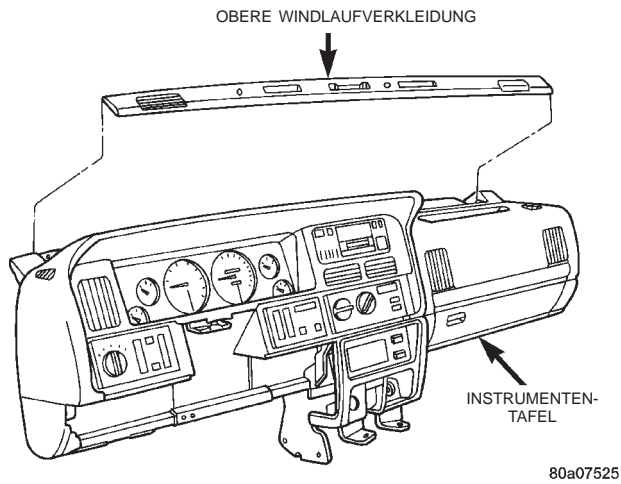

Abb. 17 Obere Windlaufverkleidung aus- und einbauen
(1) Batterie-Minuskabel abklemmen und elektrisch isolieren.
(2) Mit einem Hartkunststoffstab oder einem ähnlichen geeigneten Werkzeug mit breiter, flacher Klinge die obere Windlaufverkleidung vorsichtig von der oberen Abdeckung der Instrumententafel abhebeln (Abb. 17).
(3) Die obere Windlaufverkleidung so weit nach oben ziehen, daß der Steckverbinder vom Solarsensor abgezogen werden kann oder daß der Solarsensor von der oberen Windlaufverkleidung abgebaut werden kann (je nach Ausstattung).
(4) Die obere Windlaufverkleidung von der Instrumententafel abnehmen.
(5) Die Schraube in der Nähe des linken Defrosterausströmers lösen, mit der die VTSS-Kontrolleuchte bzw. der Solarsensor der Hauptscheinwerfer-Automatik befestigt ist.
(6) Die VTSS-Kontrolleuchte so weit von der oben Seite der Instrumententafel nach oben ziehen, daß der Steckverbinder von der Leuchte abgezogen werden kann.